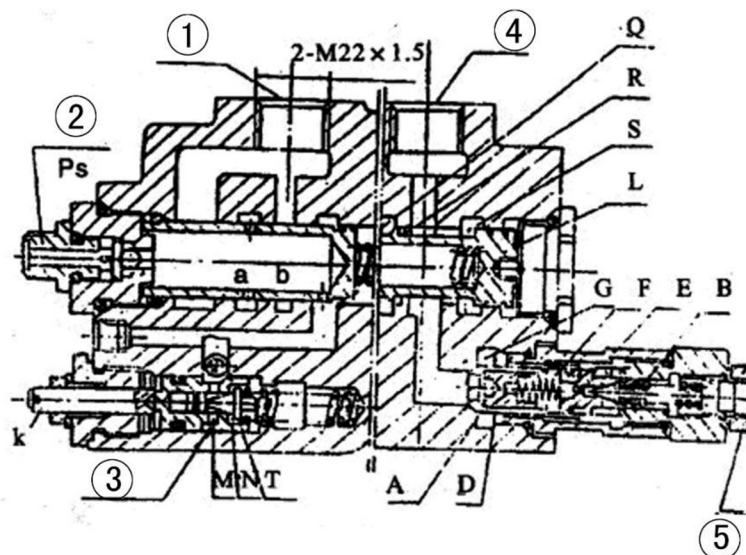

Abb. 10-5
10.3.2 Hauptdruckbegrenzungsventil und Bypass-Sicherheitsventil (Abb. 10-5)